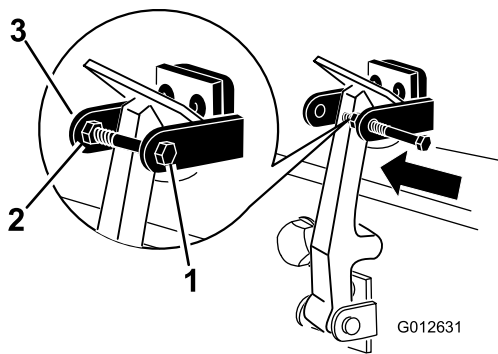

図 8
7. フードロックブラケットのもう一方のアームにボルトを取り付けてラッチを固定する (図 8)。ボルトはしっかりと固定するがナットの締め付けは行わないこと。